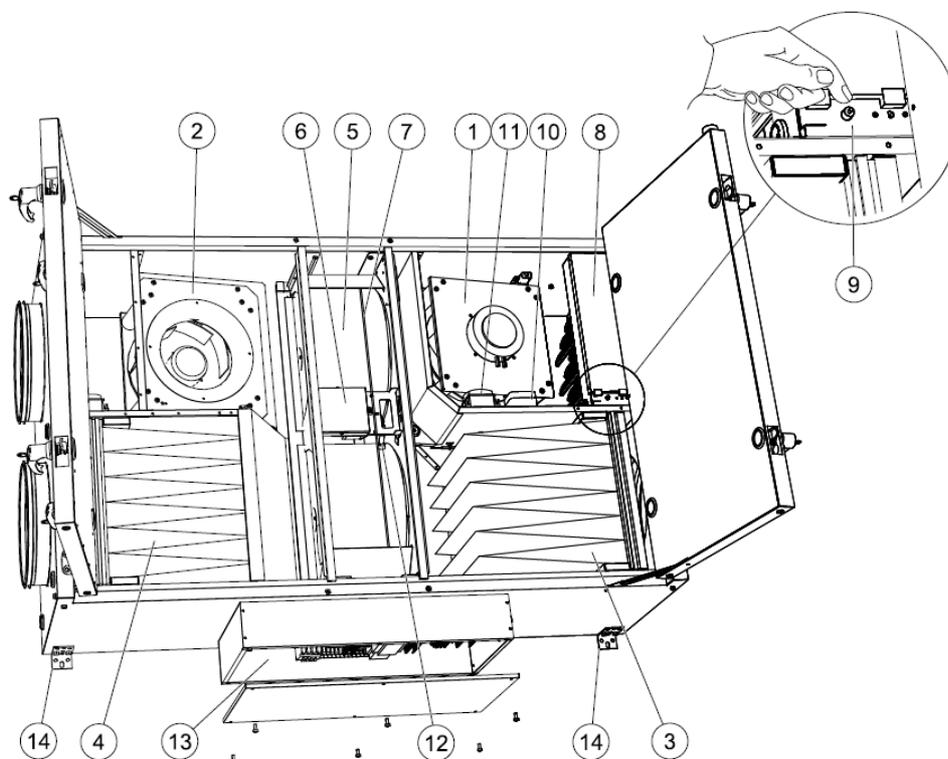
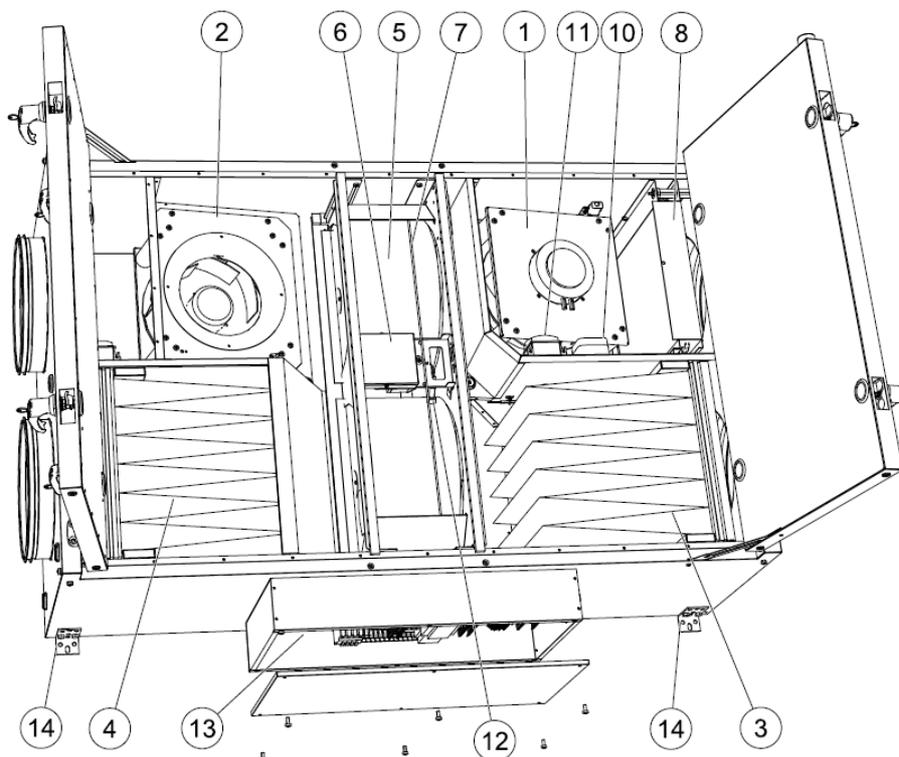

Figura 1 Componenti unità EL
Figura 2 Componenti interne con simboli di collegamento aria (modello SINISTRO)
Due pressostati mantengono la portata d'aria ad un livello costante misurando la pressione differenziale sul cono d'ingresso delle giranti del ventilatore (pos.9 Figura 1, pos.10 Figura 2). I pressostati sono installati in fabbrica in tutte le unità con controllo CAV ma non nelle unità VAV. Possono tuttavia essere consegnati separatamente all'unità per essere montati nei canali di mandata e estrazione dell'aria, per maggiori informazioni consultare il "Manuale di installazione".
Un pressostato misura la pressione differenziale sul filtro di mandata e estrazione (pos.10 Figura 1, pos.9 Figura 2). Quando la perdita di pressione raggiunge il valore impostato viene attivato un allarme nel regolatore principale. La pressione differenziale può essere impostata tra 40 e 300 Pa. Il pressostato è preimpostato in fabbrica a 240 Pa.
Le unità Topvex FR sono dotate di scambiatore di calore con cinghie di trasmissione ad alta efficienza. La temperatura dell'aria di mandata richiesta è normalmente mantenuta senza l'aggiunta di riscaldamento supplementare. Il funzionamento dello scambiatore di calore è automatico e dipende dalla temperatura impostata. Una cinghia di trasmissione di scorta è inclusa nella fornitura ed è situata sopra il rotore (pos. 8 Figura 1 e Figura 2). Lo scambiatore di calore è estraibile per la pulizia e la manutenzione, per ulteriori informazioni consultare il capitolo 5.
Il rotore del motore muove lo scambiatore con un numero di giri costante fintanto che vi è una richiesta di calore. Il motore è controllato da un segnale digitale di controllo on/off (pos.6 Figura 1 e Figura 2).
Un sensore registra la rotazione dello scambiatore di calore. Il sensore è collegato al regolatore principale che fornisce un allarme se il rotore si ferma quando vi è richiesta di calore (pos.7 Figura 1 e Figura 2).